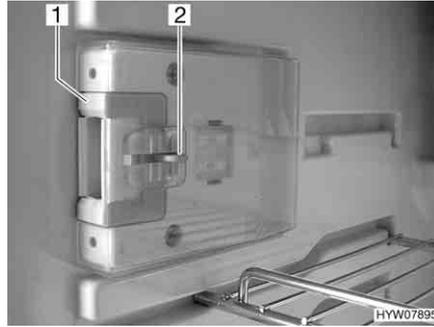
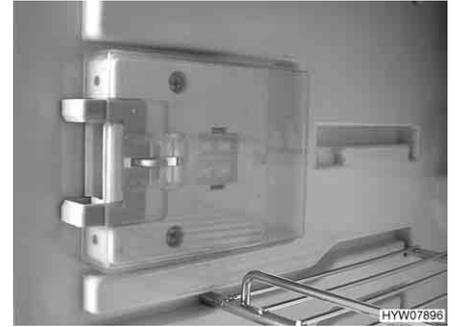

Fig. 193 Dispositivo de fecho em posição normal
Fig. 194 Dispositivo de fecho em posição de arejamento
- Empurre para dentro o dispositivo de destrava (Fig. 193,2).
- Desloque o dispositivo de fecho (Fig. 193,1) para a frente (Fig. 194).